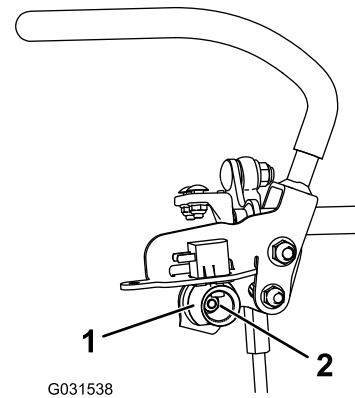

Figura 70
7. Afloje la tuerca que sujeta la leva (Figura 70).